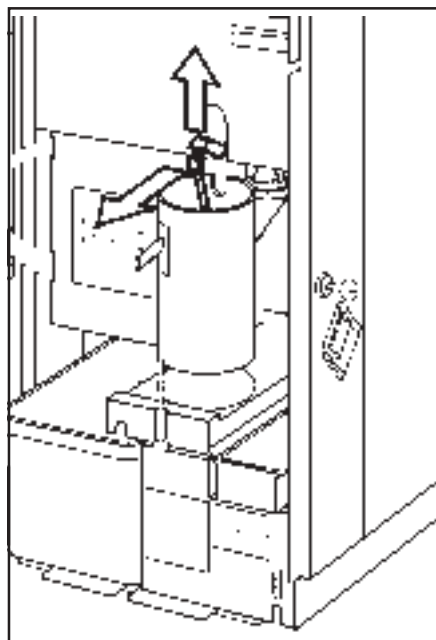

Fig.11: Het demonteren van de zuiger
2. Maak de haakse verbinding tussen de zuiger en de zuigerstang los (zie fig. 11).